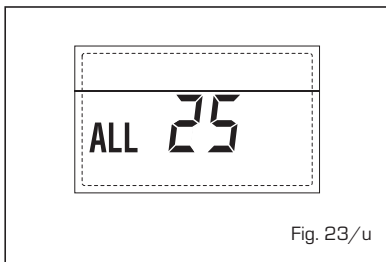

Fig. 23/u
- **ANOMALÍA AVERÍA Sonda SOLAR S3 "ALL 26"** (fig. 23/v)